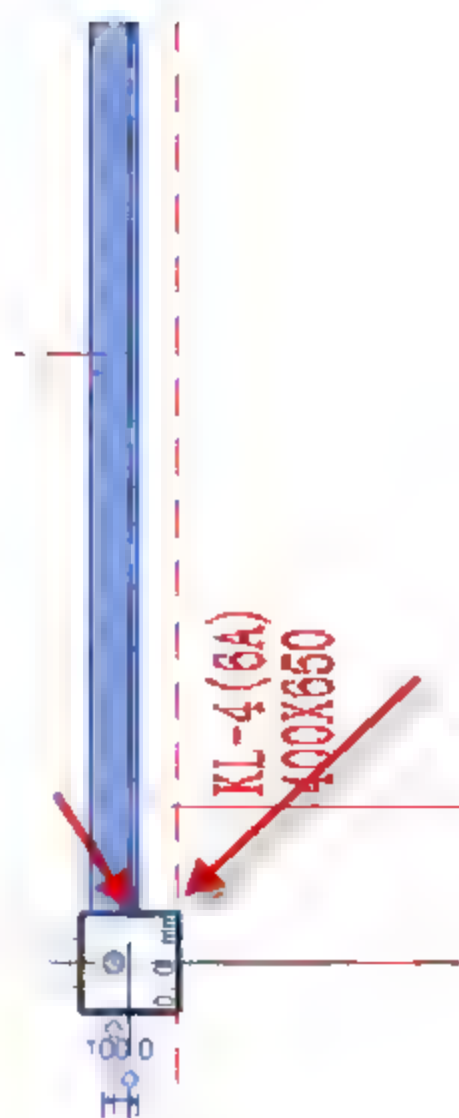

图 4.2.38 调整矩形梁的位置
(13) 调整矩形梁 KL-4 的位置，选中矩形梁 KL-4，按快捷键 M+V，移动矩形梁的位置，使其与梁线对齐，如图 4.2.38 所示。